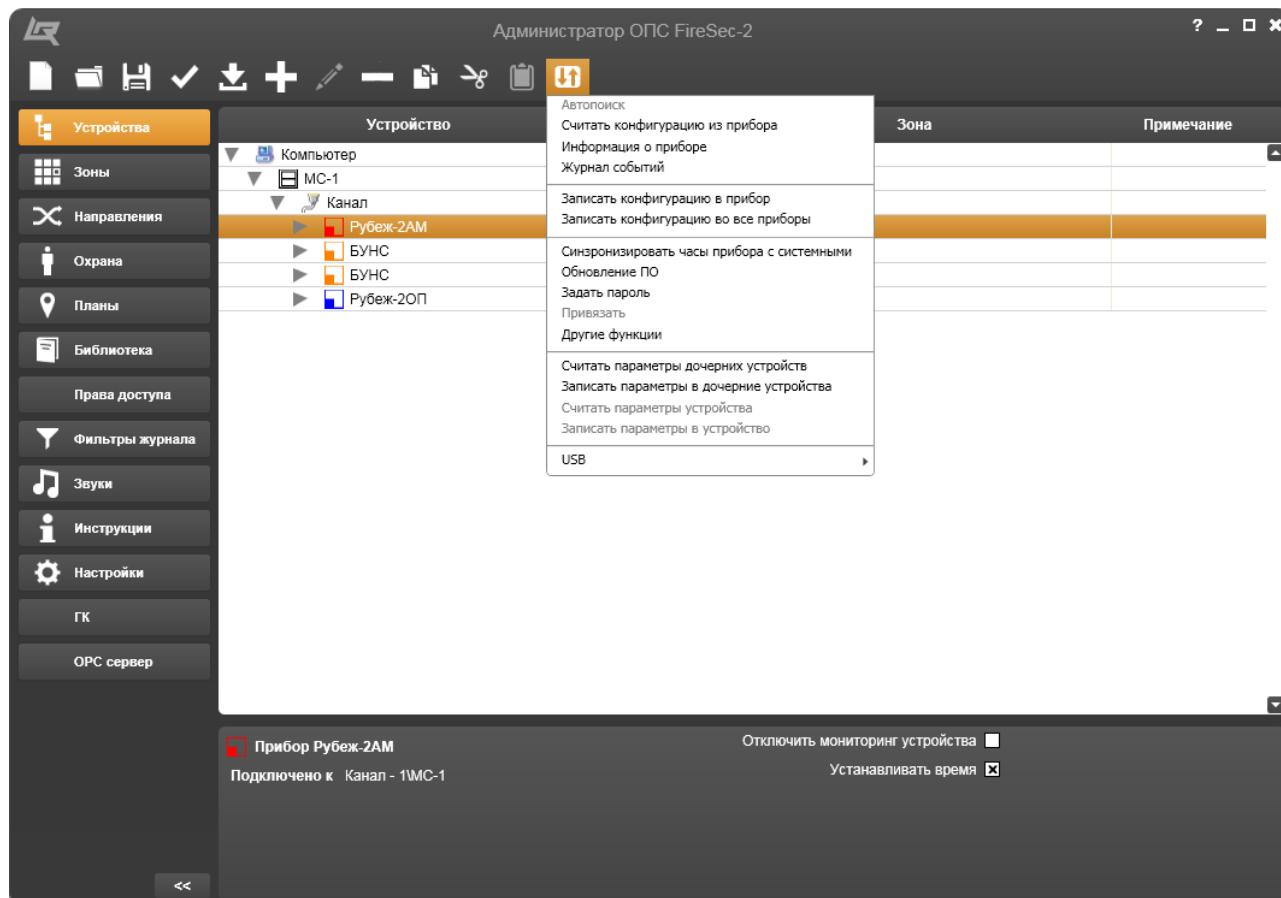

Рисунок 14.3.17 – Контекстное меню кнопки **Устройство** панели инструментов
Если после редактирования окна **Параметры устройства: УОО-ТЛ** есть необходимость немедленно записать изменения настроек в устройство, то после щелчка на кнопке **Ok** необходимо щелчком на кнопке **Устройство** панели инструментов вызвать контекстное меню, выбрать опцию **Записать конфигурацию в устройство** (Рисунок 14.3.17).
– кнопка **Устройство** дает возможность обратиться к физическому устройству, которое находится в системе на объекте монтажа по адресу, выделенному в рабочей области. Щелчок на этой кнопке обеспечивает доступ к контекстному меню (Рисунок 14.3.17), в котором активность той или иной функции зависит от выделенного устройства в списке.